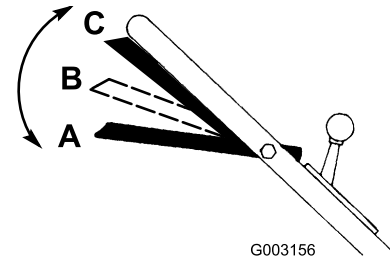

Figura 14
- La barra de control debe estar en la posición A (Figura 14).
- Deslice la barra de control a la derecha y elévela a la posición B para engranar la cuchilla (Figura 14).
- Apriete la barra de control contra el manillar hasta que llegue a la posición C para avanzar (Figura 14).